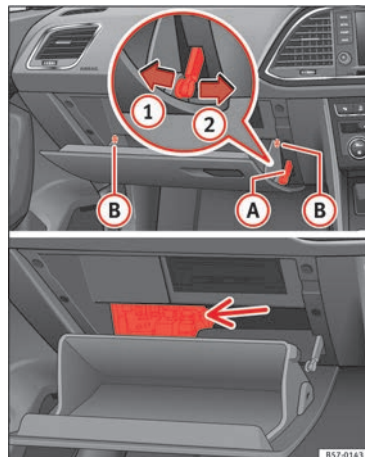

Fig. 103 Boîte à gants (guide droit) : accès à la boîte à fusibles.
» **fig. 103 A** en deux étapes : déverrouillez d'abord le frein en le tirant vers l'arrière (flèche ①) puis déplacez-le légèrement vers la droite (flèche ②). Démontez le guide lorsque le cache est en position d'ouverture normale (30°).